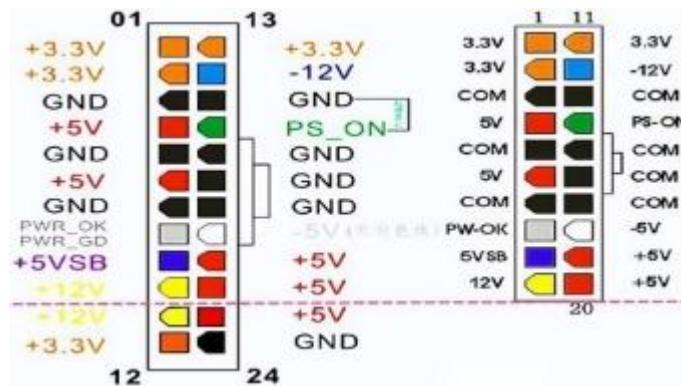

图 3 PS-ON 和 GND 针脚位置
1、使用导线将 ATX 电源 24pin 插头上的 PS-ON 针脚（绿线）和 GND 针脚（黑线）短接，针脚位置如图 3 所示。然后给 ATX 电源加电，观察电源是否能够启动。
2、将万用表调至直流 200V 档位，然后将万用表探头测量 ATX 电源黄线和黑线之间的电压，应在 12V 左右，如图 3 所示。
3、使用同样的方式测量 ATX 电源的各针脚电压，针脚及颜色如图 3 所示，如电压均符合如图示 3 要求，则表明电源为良品。